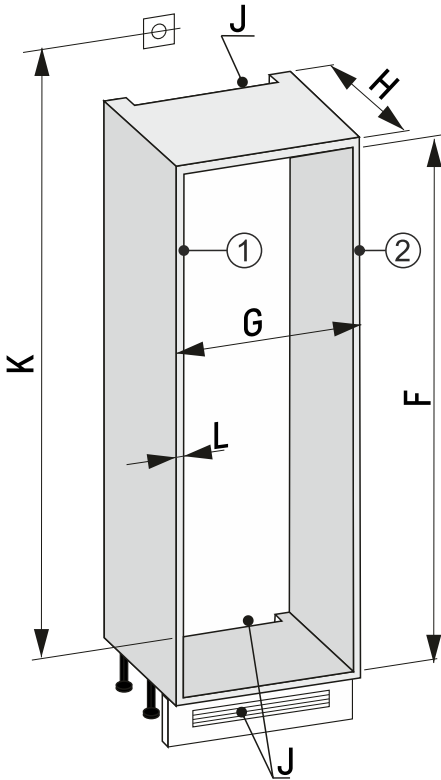

Fig. 91 Ніша 30"
- Виміряти товщину меблевої стінки Fig. 91 (L).